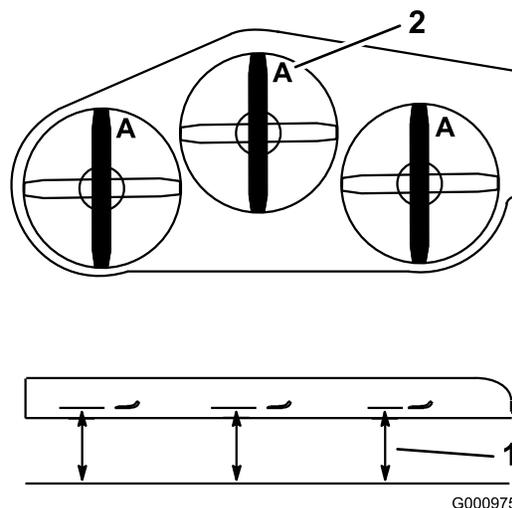

Figura 78
4. Misurate da un piano orizzontale fino al tagliente delle lame, posizione A, (Figura 78).